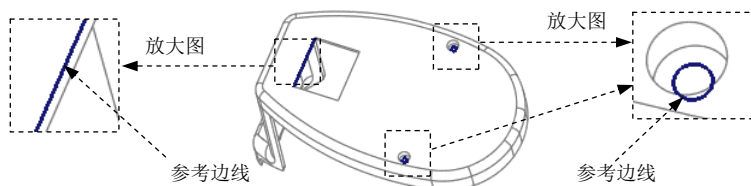

图 26.7 填充破孔边
(6) 填补复制曲面上的破孔。在系统弹出的操控板中单击**选项**按钮，在“选项”界面选中 ☒ **排除曲面并填充孔** 单选项，在**填充孔/曲面**区域中单击“选择项”，在系统的提示下，分别选择图 26.7 所示的边线。
(7) 在“曲面：复制”操控板中单击 ☒ 按钮。